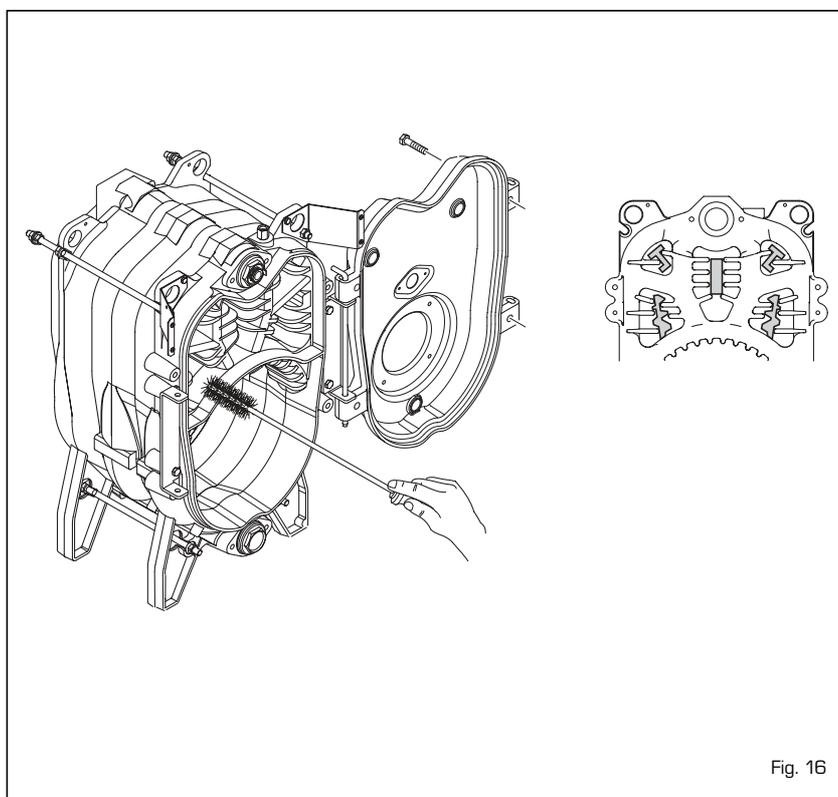

Fig. 16
4.7.1 Limpieza pasajes humo (fig. 16)
Con el mantenimiento ya realizado ubique los tubulares en la posición inicial (fig. 16).